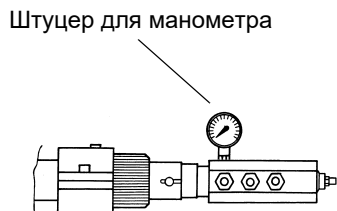

Рис. 7
4. VD можно монтировать, развернув на 180°, рис. 7.